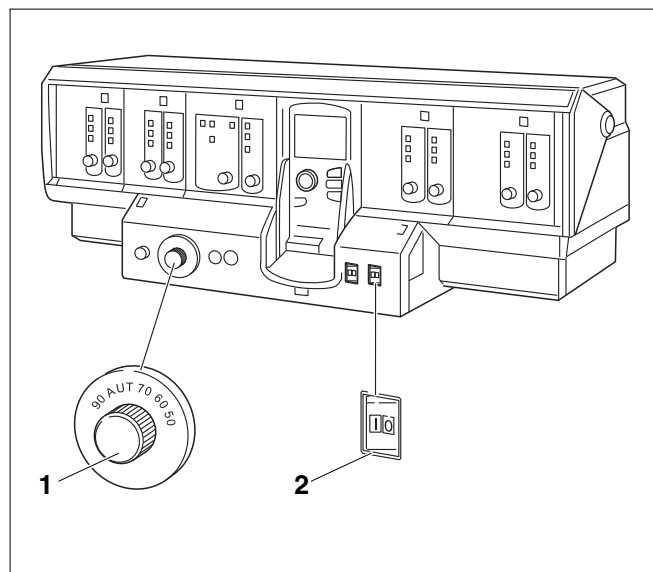

Рис. 3 Система управления (здесь: Logamatic 4000)
- Установите регулятор температуры котловой воды (рис. 3, **Поз. 1**) в положение "AUT".
- Установите пусковой выключатель (рис. 3, **Поз. 2**) в положение "I" (ВКЛ).
- Установите пусковой выключатель (рис. 3, Поз. 1) в положение "0" (ВЫКЛ).